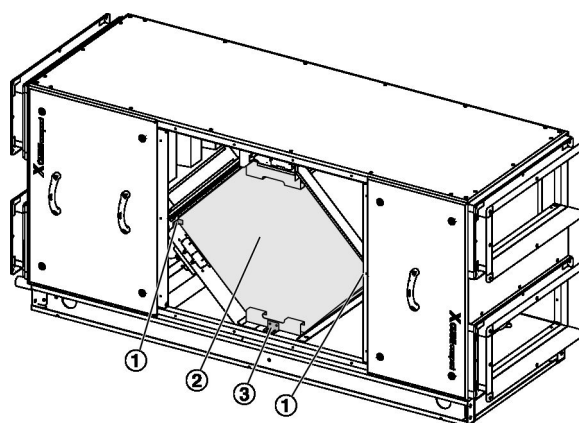

Рис. 56: Снятие скоб
3. ▶ Снимите две скобы по сторонам (Рис. 56/1) пластинчатого рекуператора и одну снизу (Рис. 56/1).